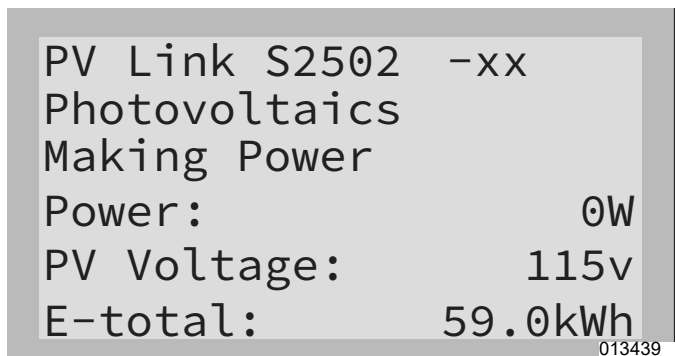

Figura 7-13. Página de dispositivo de PV Link
11. Consulte la Figura 7-13. Confirme que los PV Link estén en estado “making power” (generando alimentación).